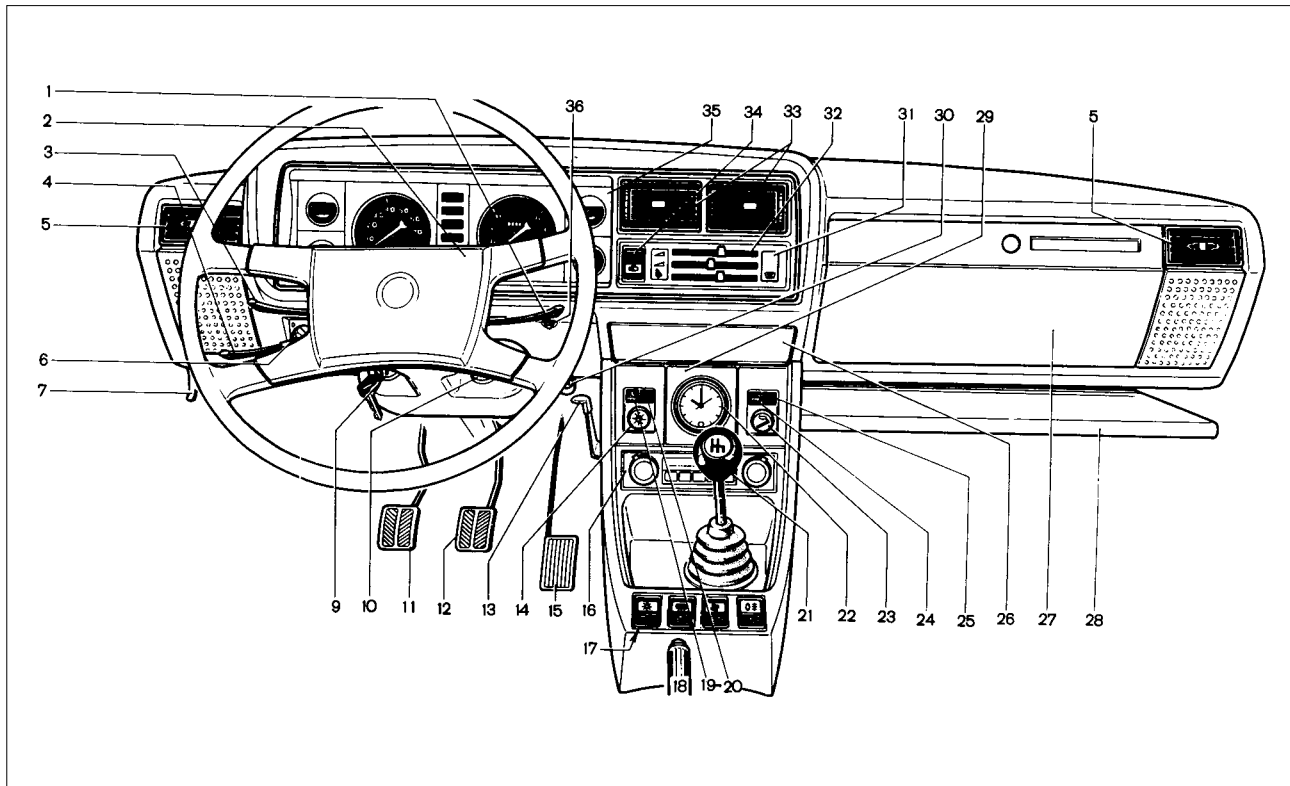

Рис. 20. Панель приборов
- В вариантном исполнении на автомобиль может быть установлена панель приборов, показанная на рис. 20.